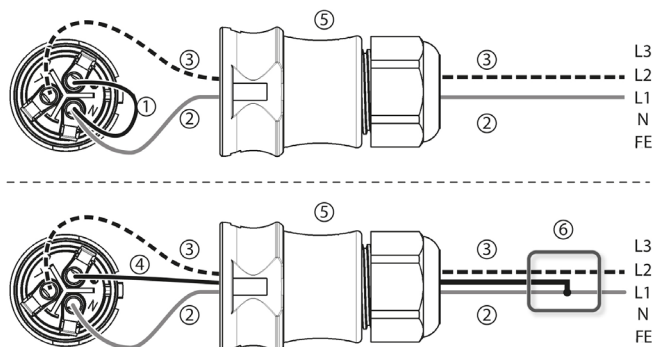

Figura 27
- N ed L vengono collegate dal lato dell'inverter tra i conduttori esterni L1 – L2. Vedere ② e ③ nella figura 27.
- La figura 27 mostra un esempio di collegamento lato inverter di L1 ed FE: in alto: collegamento ① nel connettore CA ⑤ in basso: collegamento ④ nel sottodistributore esterno ⑥
- Figura 27 come sopra.
- Collegare dal lato inverter una delle due fasi collegate con FE. Stabilire il collegamento o nel connettore CA o in un sottodistributore esterno; a tal proposito, vedere la figura 27.